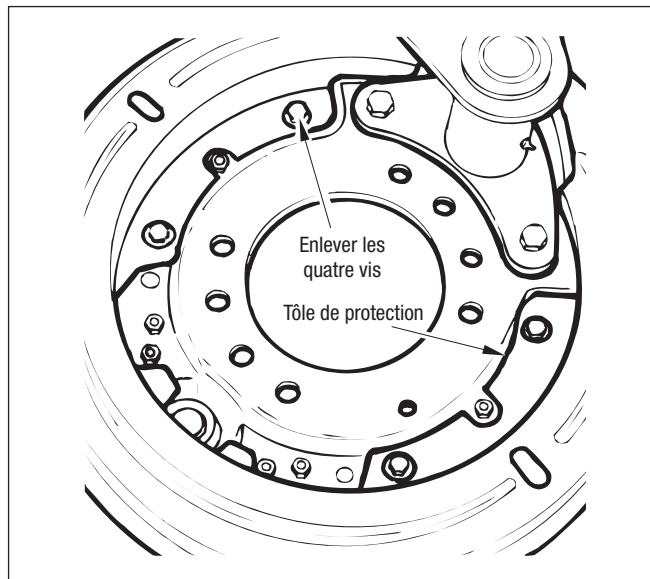

Figure 31 – Dépose des fixations de la tôle de protection
2. Enlever les écrous et les boulons de fixation du porte-segments à l'essieu. Cf. Figure 31.